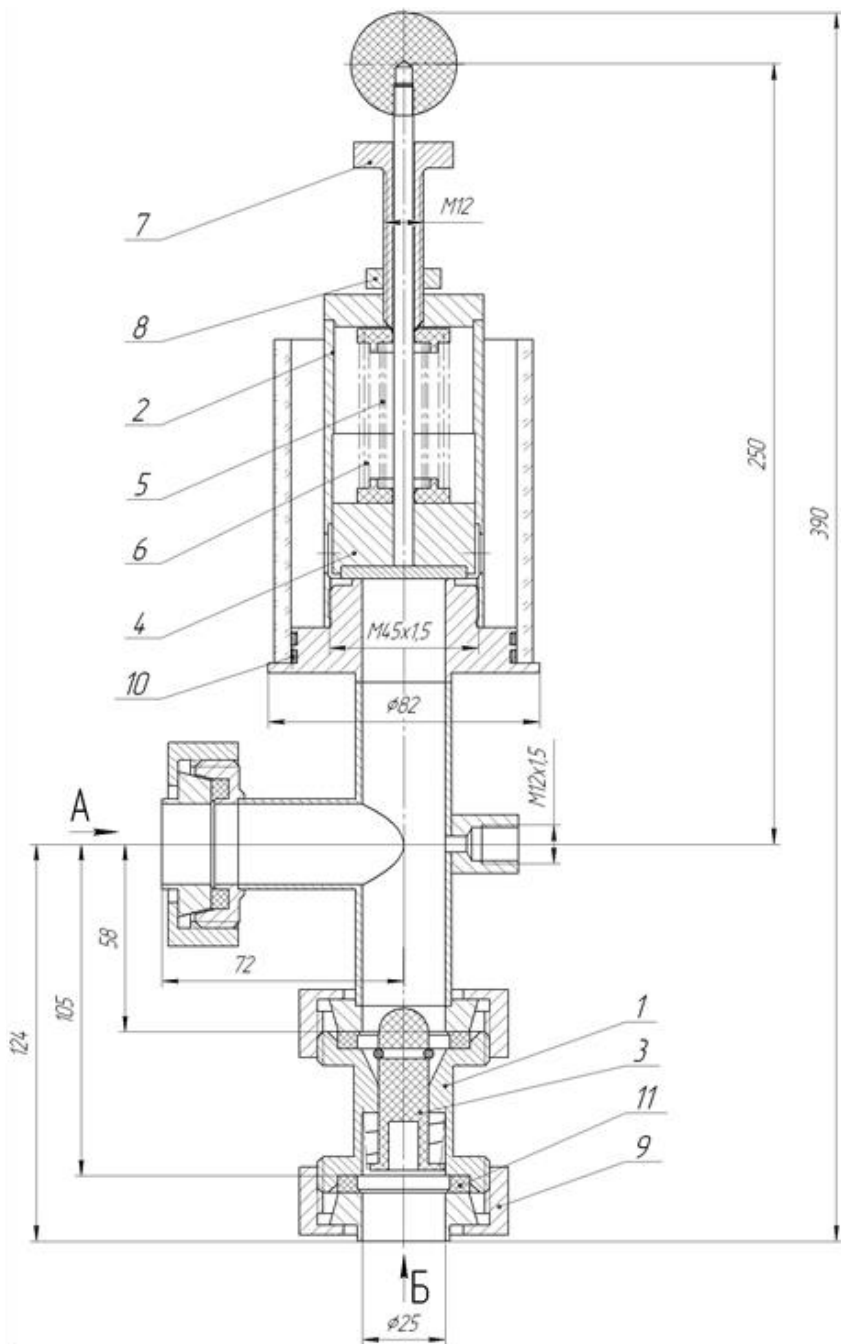

Рис.1
4.1. Шпунт-аппарат (рис. 1) состоит из корпуса нижнего (1) с обратным клапаном (3). В верхнем корпусе (2) имеется седло, перекрываемое резиновой прокладкой клапана (4), который прижимается к седлу под действием пружин (5, 6), усилие которых регулируется винтом (7). В корпусе шпунт-аппарата имеется